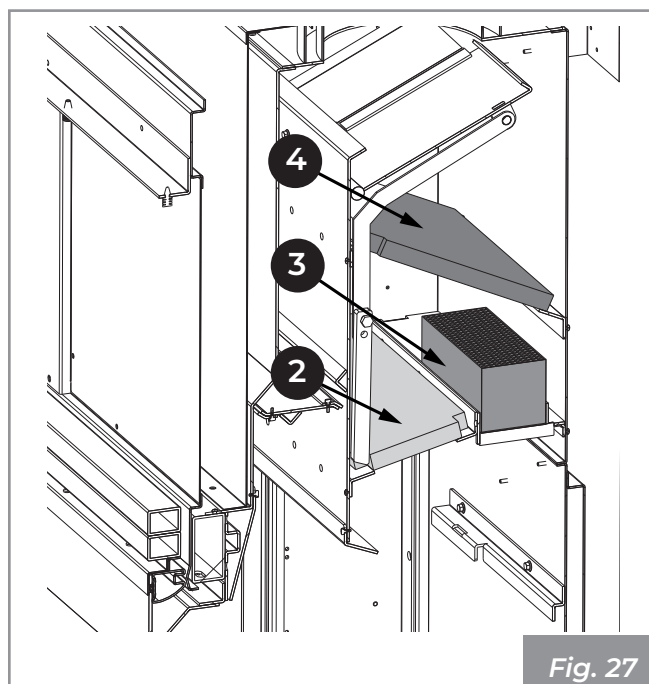

Fig. 27
- 2) Posizionare i pannelli (4) appoggiandoli sugli appositi supporti (Fig. 27).
- 3) Posizionare l'O2RING (3) inserendolo nell'apposito supporto.
- 4) Posizionare i pannelli (3) appoggiandoli sugli appositi supporti.